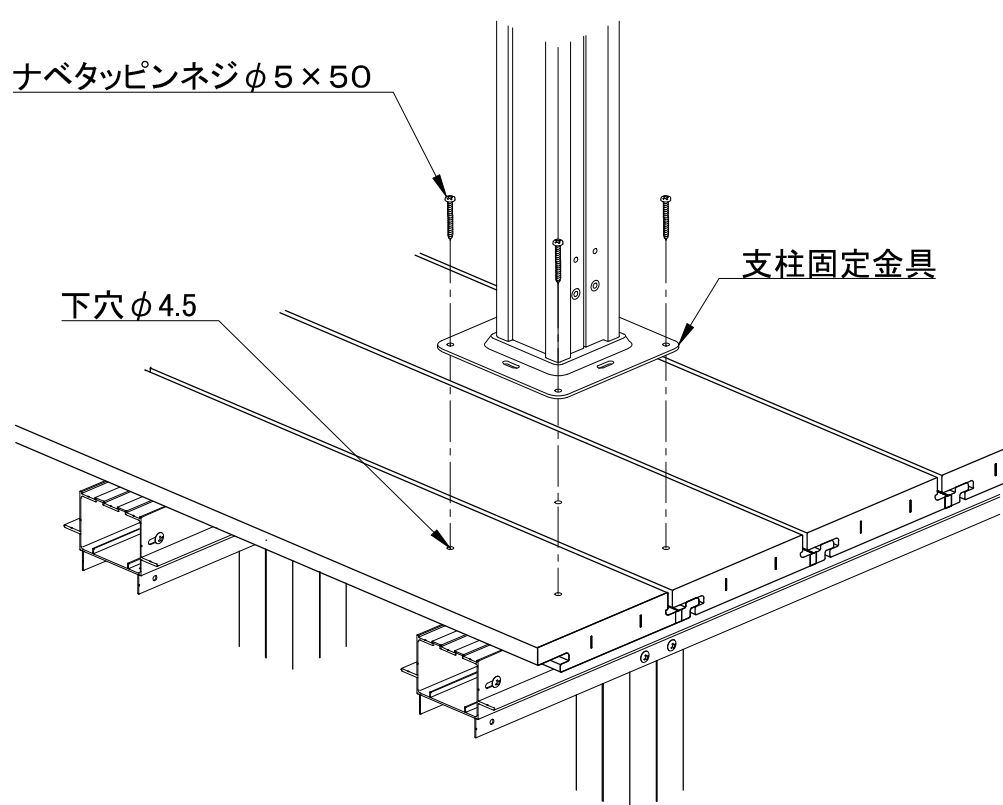

図7. 門扉用支柱の取付
③門扉用支柱の取付
- (1) 支柱取付位置に支柱を置き、ネジ固定位置に合わせてφ4.5の下穴を開けてください(図7)。